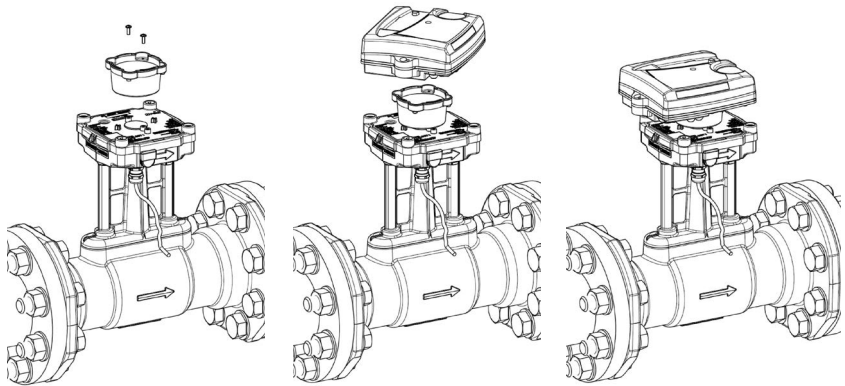

Abb.5: Befestigung Rechenwerk CF51 / CF55 direkt auf dem Axonic
- Itron Rechenwerke CF51 und CF55 können unter Verwendung des den RW beiliegenden Adapters direkt am Durchflusssensor montiert werden (Abb.5).